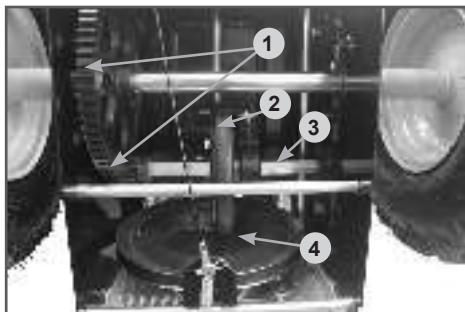

Рис. 35 Обслуживание трансмиссии
длины троса включения хода не позволяет устранить проблему, возможно, фрикционное колесо 3 (Рис. 35) полностью износилось и его необходимо заменить.
4. Нанесите многоцелевую консистентную смазку CHAMPION EP-0 тонким слоем на шестигранный вал 3 фрикционного колеса и зубья шестерен 1 (Рис. 35).
Не допускайте попадания смазки на резиновое фрикционное колесо 2 и ведущий диск 4 (Рис. 35).